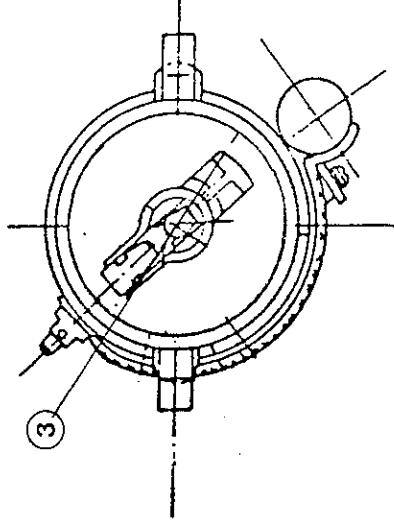

Fig. 8-18
2. Desmonte la tapa del distribuidor y compruebe si la superficie del borne (3) del contacto móvil se encuentra en la posición indicada en la Fig. 8-18, en caso negativo, gire la caja del distribuidor hasta obtener la posición indicada.